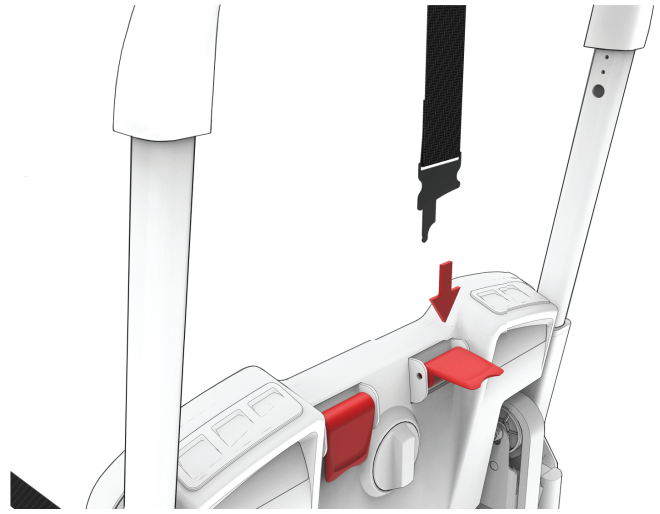

Figur 22 – Ryglænsklemmens placering på stang
4. Fastgør patientens højre ryglænsklemme til patientens højre ryglænsstang (Figur 22). Skub ryglænsklemmen op, indtil det mindre hul låser på plads.